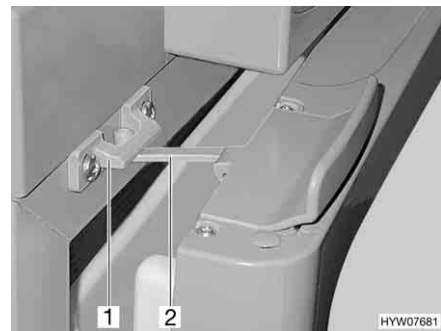

Fig. 228 Puerta del frigorífico en posición de ventilación (Thetford)
- Abrir el bloqueo (Fig. 228,2) y engatillarlo en el alojamiento del bloqueo (Fig. 228,1). De este modo, la puerta del frigorífico quedará ligeramente abierta.